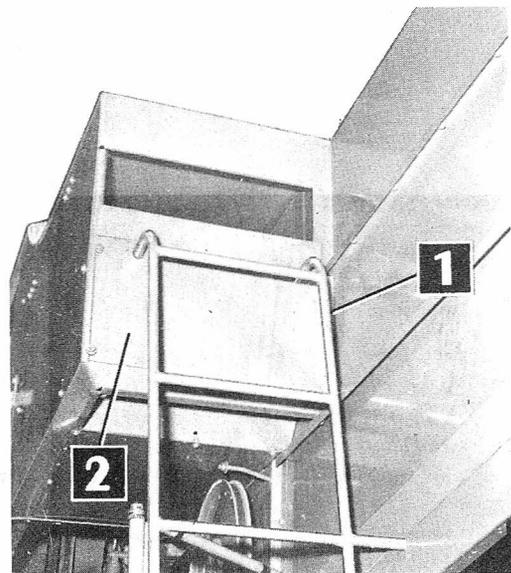

FIG. 93
Quando, per una qualsiasi ragione, si voglia smontare il cassoncino oscillante basta smontare la scaletta d'accesso al motore (1 - fig. 93), togliere la parete posteriore (2) con lo scivolo, smon-